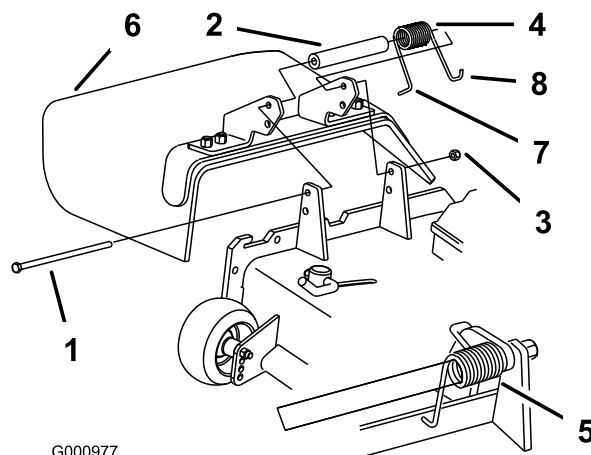

Figure 96
de pivot (Figure 96). Enlevez le déflecteur s'il est endommagé ou usé.
Remarque: Prenez soin de placer l'extrémité en **L** du ressort derrière le bord du plateau avant de mettre le boulon en place, comme indiqué à la Figure 96.
3. Remettez le boulon et l'écrou. Accrochez l'extrémité en **J** du ressort au déflecteur d'herbe (Figure 96).